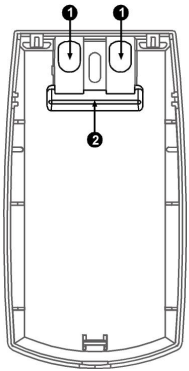

Fig 1 Knockout holes I Orificios troquelados I Trou de débouchure I Fori ciechi I Otwory montażowe
3. Put wire through the bracket and holes "A". Fig.1
3. Haga pasar el cable a través del soporte y los orificios "A". Fig. 1
3. Insérez le fil à travers le support et trous "A". Fig.1